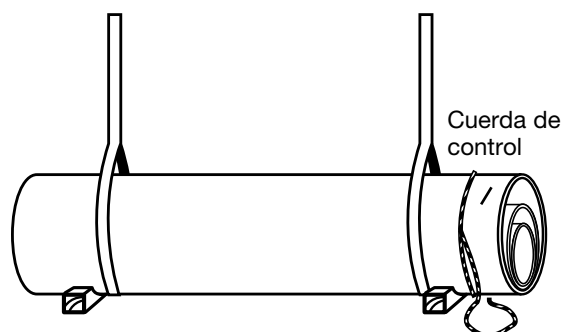

Figura 2-6 Doble punto de fijación para tubos anidados
- 1 El lote de tubos anidados debe izarse usando dos puntos de sujeción como mínimo (**Figura 2-6**). Las limitaciones referentes a la distancia entre flejes y los puntos de fijación se especificarán en cada proyecto (caso de que existan). Se debe comprobar que las eslingas para levantar los tubos tienen capacidad suficiente para soportar el peso de los mismos. Dicho peso se puede calcular utilizando los pesos aproximados que figuran en el Apéndice A.